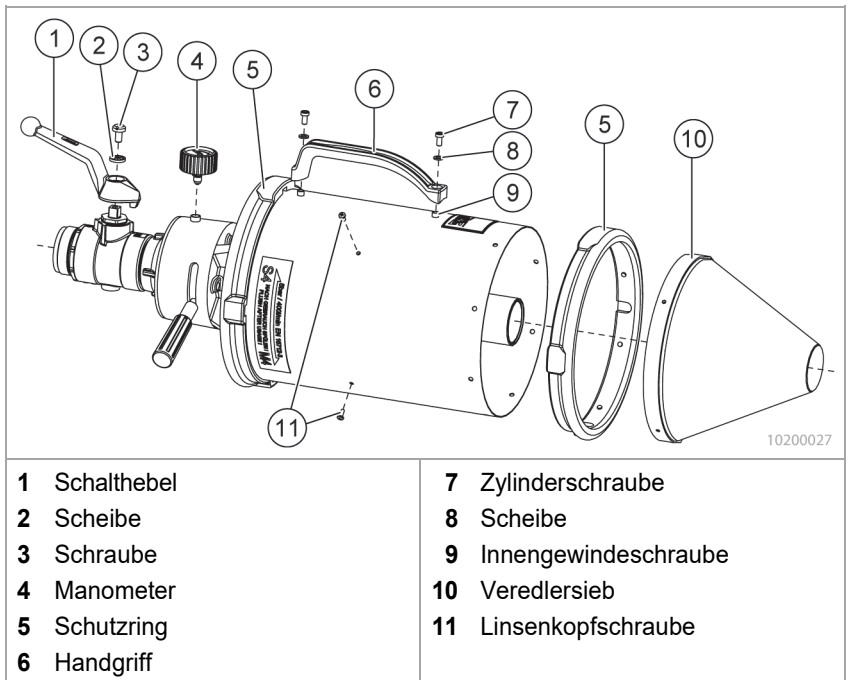

Fig. 3 Reparatur
1. Die drei Linsenkopfschrauben (Fig. 3/11) mit einem Schraubendreher herausdrehen.
2. Das Veredlersieb (Fig. 3/10) aus dem Veredlerrohr herausnehmen.
1. Die Zylinderschrauben (Fig. 3/7) herausdrehen.
2. Den Handgriff (Fig. 3/6) vom Veredlerrohr abnehmen.
3. Die Zylinderschrauben und die Scheiben (Fig. 3/8) in den neuen Handgriff einsetzen.
4. Den Handgriff in der richtigen Lage auf den Innengewindeschrauben (Fig. 3/9) positionieren und festschrauben.
1. Die Schraube (Fig. 3/3) herausdrehen.
4. Die Schraube und die Scheibe (Fig. 3/2) in den neuen Schalthebel einsetzen.
1. Den Schutzring mit den Noppen aus den Bohrungen heraushebeln und den Schutzring (Fig. 3/5) vom Veredlerrohr abziehen.
1. Das Manometer (Fig. 3/4) mit einem Schlüssel SW 14 aus dem Düsenkörper herausdrehen.